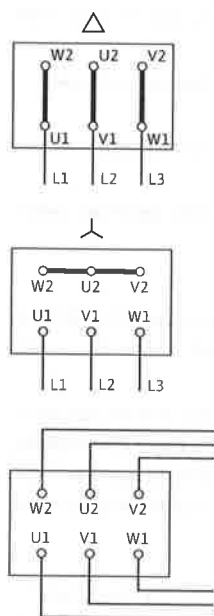

fig. 13: Alimentazione di rete
- Lo schema dell'allacciamento elettrico è riportato sul coperchio della morsettiera (vedi anche fig. 13).
- L'alimentazione di rete della morsettiera dipende dalla potenza motore  $P_2$ , dalla tensione di rete e dal tipo di connessione. Per il collegamento necessario ai ponti di connessione nella morsettiera vedi tabella seguente e fig. 13